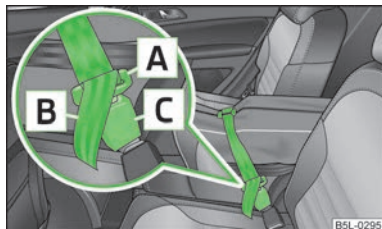

Fig. 85
- Introduceți elementele de prindere **A** » fig. 85 în butucii de fixare ai centurii de siguranță din mijloc spate **C**, mai întâi pe o parte, apoi pe cealaltă.